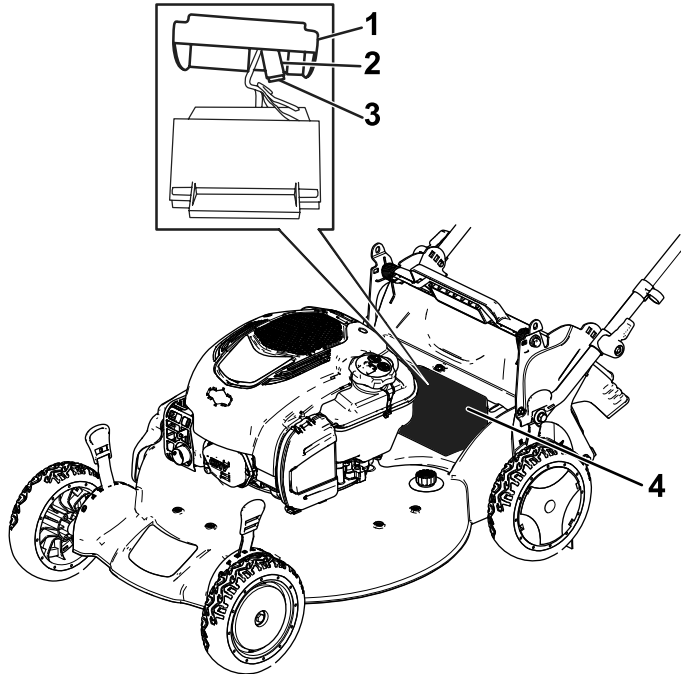

Figura 42
1. Staccate il coperchio del vano batteria (Figura 42).
2. Estraete la batteria e individuate il fusibile (Figura 42).
3. Sostituite il fusibile nel portafusibili (Figura 42).
4. Montate il coperchio sopra il vano batteria (Figura 42).